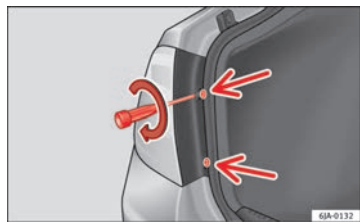

Abb. 167 Heckleuchten-
- Ziehen Sie mit einem Einsteck-Schraubendreher oder einem T20 Torx-Schlüssel (im Uhrzeigersinn drehen ⇒ Abb. 167) die beiden Befestigungsschrauben des vorderen Bereichs der Leuchte fest. ■